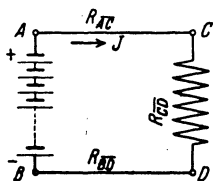

Abb. 8. Schaltung zu Aufgabe 50.
50. An den Klemmen A und B (Abb. 8) einer Batterie von mehreren hintereinandergeschalteten Elementen herrscht eine Spannung von $65 [110]$ V. Durch den Nutzwiderstand $R_{\overline{CD}}$ fließen $20 [30]$ A. Welche Spannung besteht zwischen den Punkten C und D , wenn jeder der beiden Zuleitungsdrähte $R_{\overline{AC}}$ und $R_{\overline{BD}}$ $0,5 [0,3]$ Ω Widerstand besitzt?
51. Der Nutzwiderstand $R_{\overline{CD}}$ (Abb. 8) besteht aus einer Anzahl von Lampen, durch die $15 [12]$ A fließen. Die Widerstände der Zuleitungen \overline{AC} und \overline{BD} betragen zusammen $0,2 [0,3]$ Ω . Welche Spannung herrscht zwischen C und D , wenn die Klemmenspannung der Stromquelle $67 [113,6]$ V beträgt?
52. Fünf Bunsenelemente (Abb. 8) von je $1,8 [1,85]$ V EMK und $0,2 [0,25]$ Ω innerem Widerstande sind hintereinandergeschaltet. Der äußere Stromkreis besteht aus den beiden Zuleitungsdrähten \overline{AC} und \overline{BD} von je $0,08 [0,05]$ Ω und dem Nutzwiderstande \overline{CD} (parallelgeschaltete Glühlampen) von $3 [4,5]$ Ω .